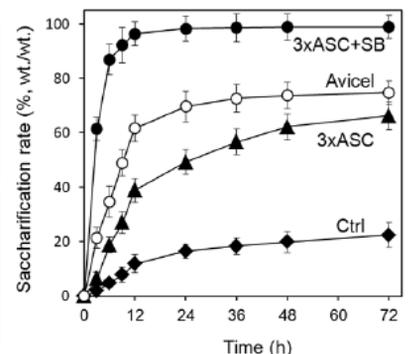

図4 稲藁の酵素糖化に対する前処理
- ▶ 開発した亜塩素酸・重曹法により、稲藁のリグニンを88%除去することが可能となり、工業用セルラーゼによる50°C、12時間での糖化の場合、無処理稲藁の糖化率20%に対して、96%の糖化率を達成した（図4）。